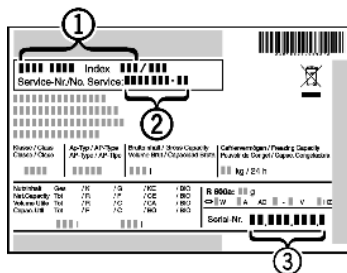

Fig. 24
► Наименование устройства Fig. 24 (1), сервисный № Fig. 24 (2) и серийный № Fig. 24 (3) считайте с заводской таблички. Заводская табличка находится внутри устройства слева.
- Обратитесь в сервисную службу и сообщите вид неисправности, наименование устройства Fig. 24 (1), сервисный № Fig. 24 (2) и серийный № Fig. 24 (3).